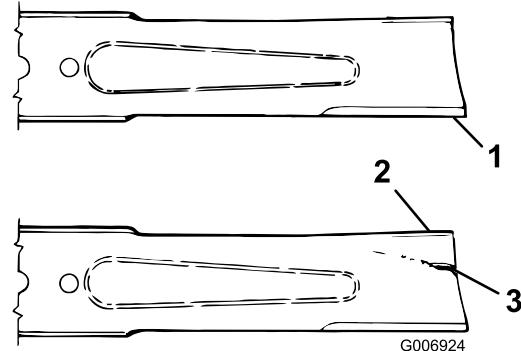

Figure 28
2. Examinez le tranchant des lames (Figure 28). Si elles ne sont pas tranchantes ou si présentent des indentations, déposez et affûtez les lames (voir Aiguisage des lames).
3. Inspectez les lames, surtout la partie relevée (Figure 28). Remplacez immédiatement toute lame endommagée, usée ou qui présente une entaille (Figure 28).